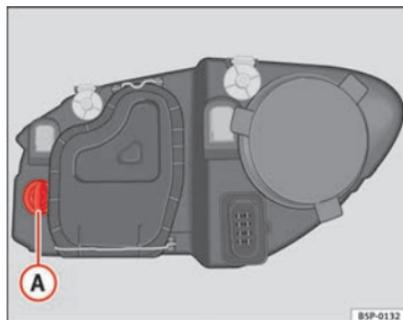

Abb. 183 Glühlampe für Blinker
- Den Lampenträger ⇒ Abb. 183 A nach links drehen und ziehen.